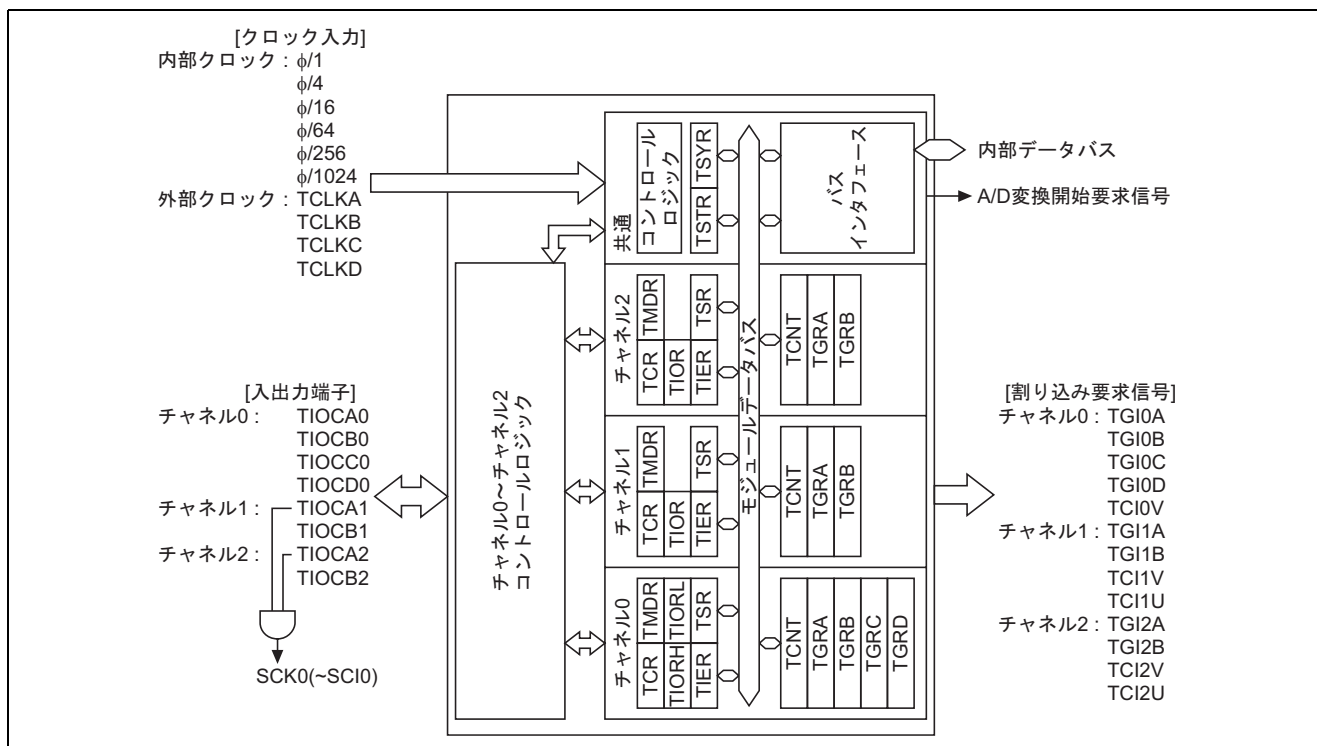

図2 TPUのブロック図
- (1) 16 ビットタイマパルスユニット (TPU) のブロック図を図 2 に示し、以下に TPU のブロック図について説明します。